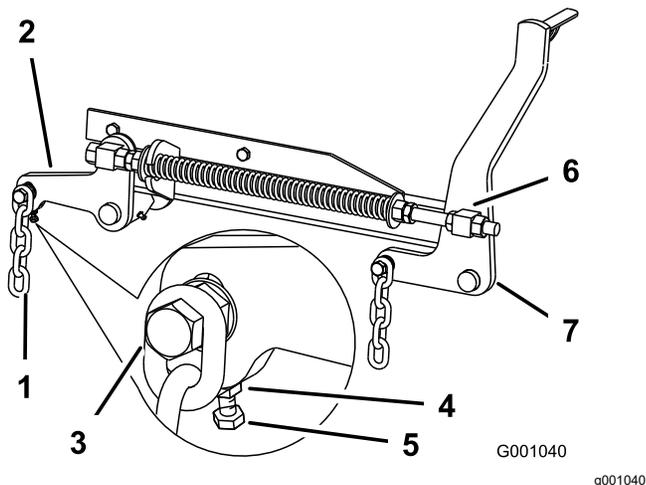

Рисунок 111
- Если результат измерения в точке **В** или **С** неверный, ослабьте болт крепления задней цепи к заднему опорному рычагу (Рисунок 111).
- Ослабьте контргайку под задним опорным рычагом и отрегулируйте регулировочный болт так, чтобы получить результат измерения от 80 до 83 мм; см. Рисунок 111.
- Ослабьте контргайки на передних шарнирных узлах, в передней части правого и левого шарнирных узлов, приблизительно на 13 мм (Рисунок 111).
- Отрегулируйте подъемные гайки на левой и правой сторонах машины так, чтобы передняя часть в точке **А** была ниже на 6–10 мм, чем задняя часть в точке **В** (Рисунок 111).